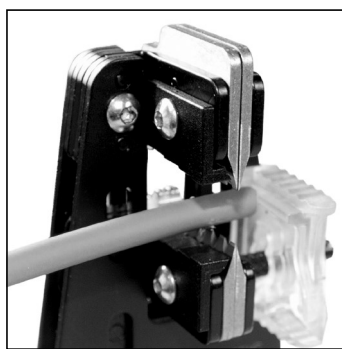

Abb. 3
3. Kabel gegen Längenanschlag 9 einlegen (Abb. 3).